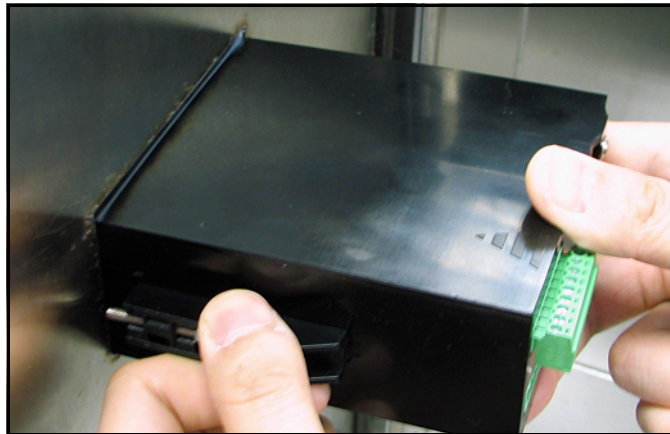

Figure 13: Befestigen der Halterungen
5. Halten Sie den Rahmen fest und befestigen Sie die Halterungen, indem Sie sie in Richtung der Rückseite des **dew.IQ** schieben (siehe *Figure 13* unten).